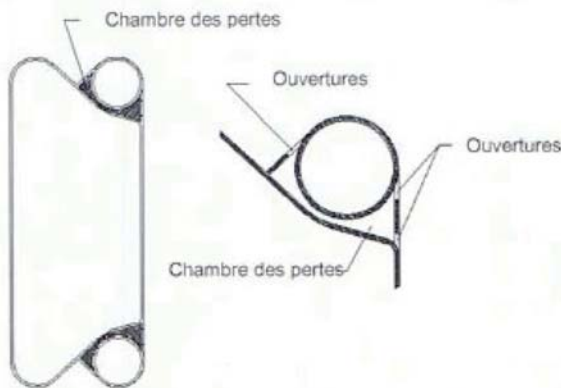

Figure 1.6 Chambre au coin isolée pour la perte de fluide
- Tous les joints ont une sécurité qui empêche la perte de fluide ou le mélange entre les fluides. Le port isolé a une chambre pour la perte du fluide qui a des ouvertures à l'atmosphère (voir la figure 1.6).